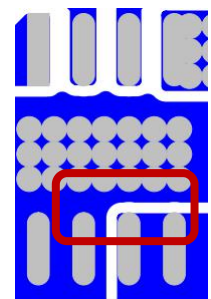

图 3
6.芯片下方建议用功率地 GND 铺铜，以增强芯片的散热面积和 IC 的抗干扰能力。若是双面板可将顶层和底层的 GND 用 Via 连接。如图 3。